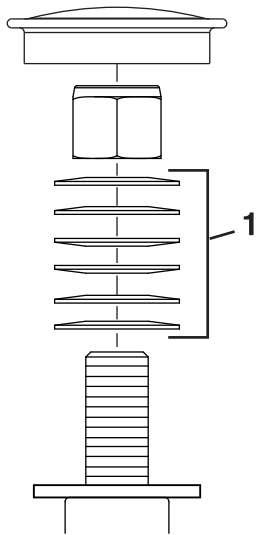

Figura 87
3. Retire el tapón guardapolvo de la rueda giratoria y apriete la contratuerca (**Figura 87**).
4. Apriete la contratuerca hasta que las arandelas de muelle estén planas, luego afloje $\frac{1}{4}$ de vuelta para establecer la pre-carga correcta de los cojinetes (**Figura 87**).
Importante: Asegúrese de que las arandelas de muelle están correctamente instaladas, según se muestra en **Figura 87**.
5. Coloque el tapón anti-polvo (**Figura 87**).